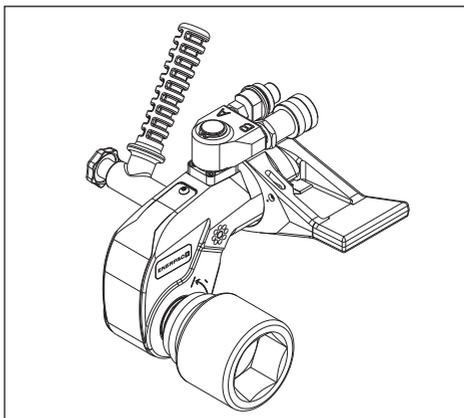

Fig. 8
4.3.1 Apertar uma porca ou parafuso (fig. 8 e 9)
- Instale o braço de reação (6) na chave de torque conforme a posição necessária para a sua operação
- Posicione a base (17) do braço de reação (6) contra um ponto de reação adequado (18). O ponto de reação irá neutralizar a força causada pela operação da ferramenta.